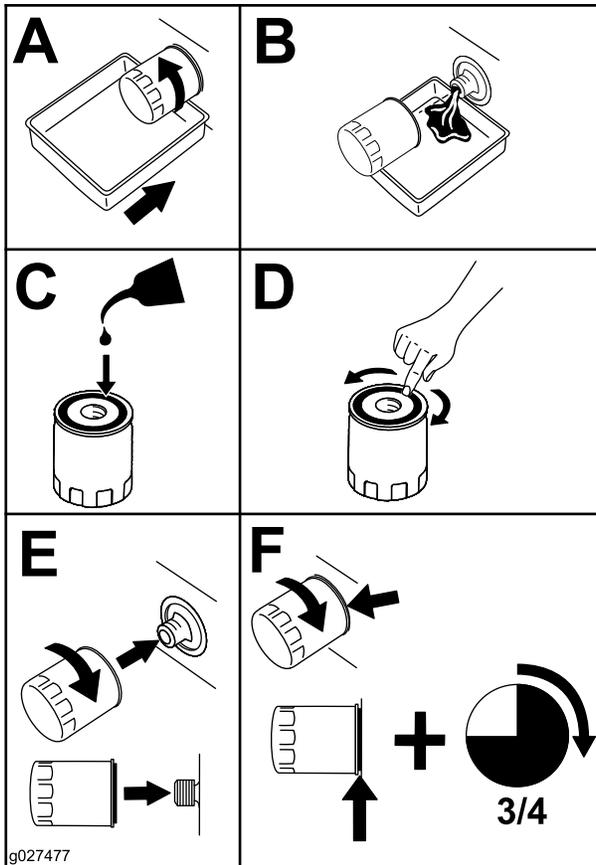

Figura 32
5. Sustituya el filtro de aceite del motor (Figura 32).